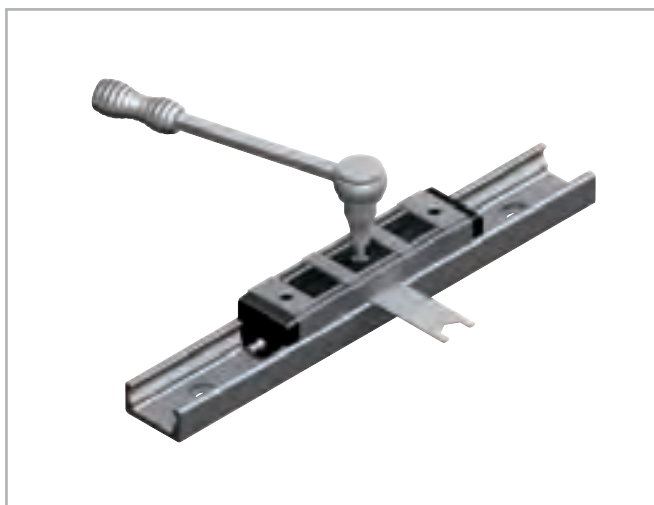

Fig. 98
(1) Veuillez contrôler la propreté des chemins de roulement.
(2) Introduisez le patin dans le rail, sans les racleurs aux extrémités dans le cas des patins CSW et CDW. Desserrez quelque peu les vis de fixation des galets à régler (sans marquage).
(3) Mettez en place le patin à l'une des extrémités du rail.
(4) Dans le cas des rails en U, un support mince et solide (par ex. clé de réglage) doit être posé sous les extrémités du corps du patin afin d'assurer un ajustement horizontal du patin dans les chemins de roulement plans.
(5) La clé plate spéciale fournie est introduite depuis le côté entre le rail et le patin et placée sur la partie hexagonale des tenons excentriques devant être ajustés.
(6) Lorsque la clé plate est tournée dans le sens des aiguilles d'une montre, le galet à régler est poussé contre la piste de roulement supérieure et le patin ne présente alors plus de jeu. Il convient d'éviter une pré-charge trop élevée. Elle augmente l'usure et diminue la durée de vie.
(7) Pendant que vous maintenez le galet dans la position correcte au moyen de la clé de réglage, vous pouvez serrer avec précaution la vis de fixation. Le couple de serrage exact est vérifié ultérieurement (voir fig. 98 et tab. 42).
(8) Déplacez le patin dans le rail et vérifiez la pré-charge sur toute la longueur du rail. Le patin doit pouvoir être facilement déplacé sans toutefois présenter de jeu par rapport au rail.
(9) Dans le cas de patins avec plus de 3 galets, répétez cette procédure avec chaque galet devant être ajusté. Assurez-vous que tous les galets ont un contact régulier avec les bandes de roulement.
(10) Serrez à présent les vis de fixation au couple de serrage prescrit qui est indiqué dans le tableau. Lors de cette opération, la clé plate doit maintenir le galet dans sa position inclinée. Un filetage spécial dans le galet bloque cette position réglée.
(11) Montez ensuite les racleurs des patins CSW et CDW et assurez la lubrification correcte des pistes de roulement.